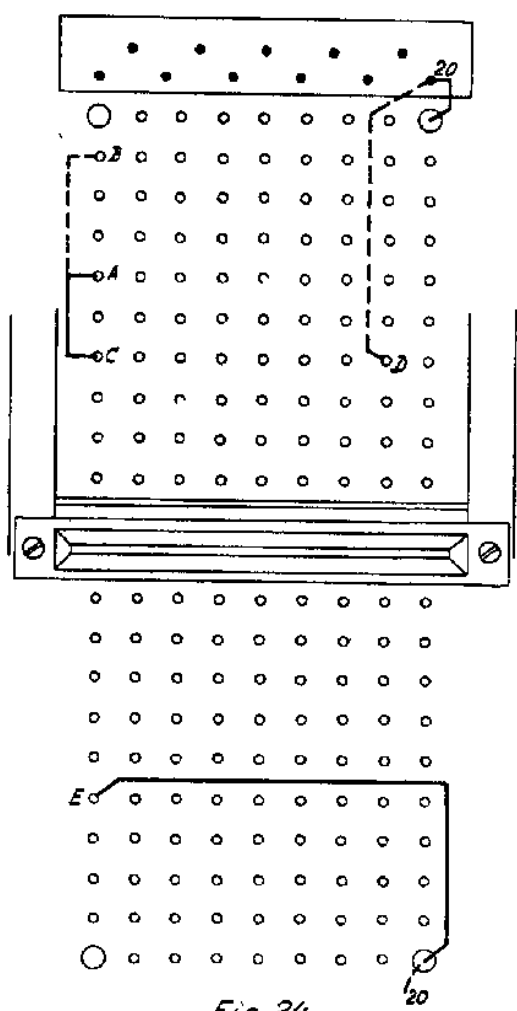

Fig. 24
- Teneinde overbelasting van R4 bij het meten van indirect verhitte buizen met kortsluiting tussen gloeidraad en kathode te voorkomen, is de schakeling van de brug in genoemde met C gemerkte apparaten gewijzigd. Zie fig. 24. Om deze wijziging te kunnen doen gaat men als volgt te werk:
In fig. 24 is 1 het bewegende deel; 2 het vaste deel van de brugschakelaar.